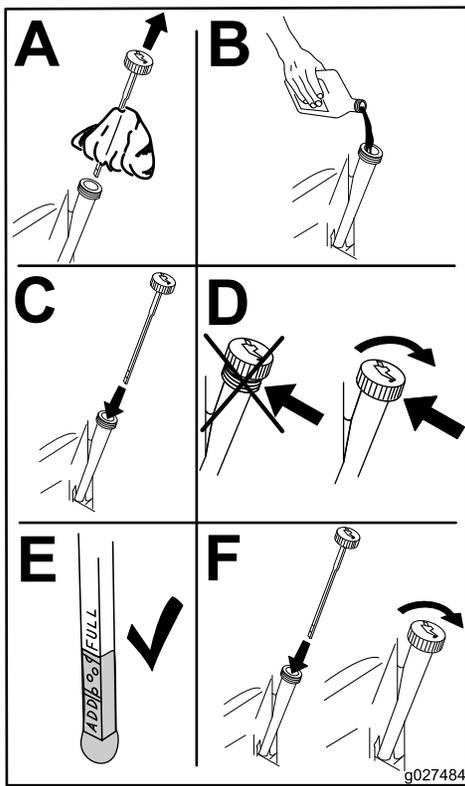

Figure 30
6. Versez lentement environ 80 % de l'huile spécifiée dans le tube de remplissage, puis faites l'appoint lentement jusqu'à ce que le niveau atteigne le repère maximum (**Full**) (Figure 30).